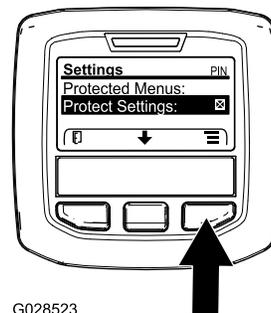

Figure 37
1. Accédez au menu protégé et déverrouillez le sous-menu protégé des réglages (Figure 37); voir Accès aux menus protégés \(page 20\).